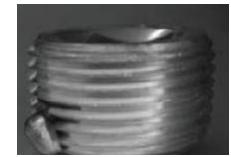

Figure 9
1. Vérifier s'il y a suffisamment de lubrifiant HTL sur les entrées de conduits (recommandation d'un cordon d'environ 1/8 po autour du premier filet) et si toutes les entrées non utilisées aux extrémités du couvercle du circuit de commande sont fermées avec des bouchons lubrifiés (voir la figure 9).
2. Vérifier que le conduit est installé sur au moins cinq (5) filets complets dans les entrées du couvercle du circuit de commande.